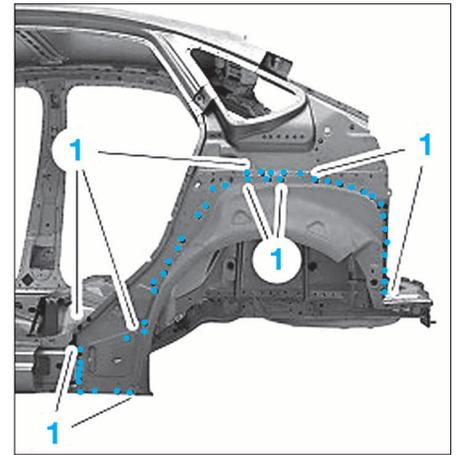

FIG. 82
- Fraiser les points de soudure (2) et dégager le renfort de passage de roue.
- Fraiser les points de soudure (1) (Fig.82) du passage de roue.